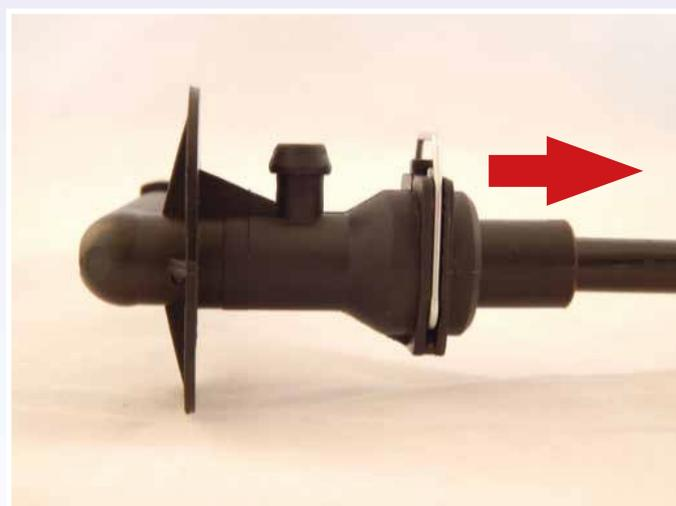

Figura 2
3. Far scorrere il tubo della frizione in direzione della freccia (Figura 2) di circa 5 mm e rilasciare il fermaglio. Ciò consentirà al fluido frizione di fluire dallo spurgo dell'aria. **Non estrarre completamente il tubo.**